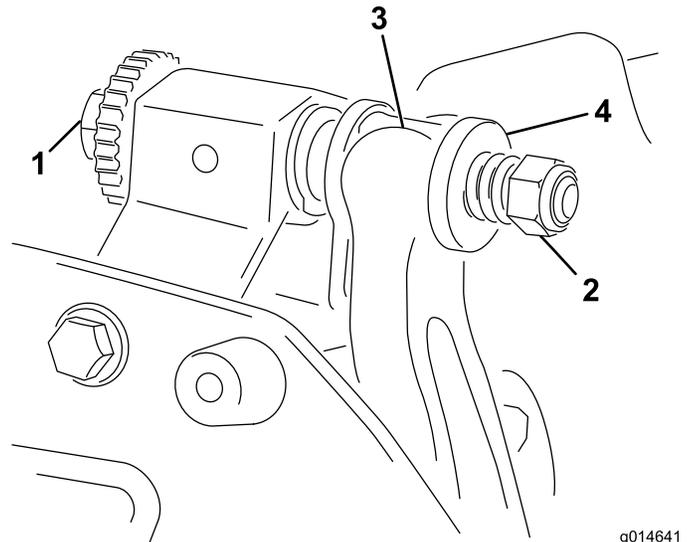

Figure 13
1. Tournez la vis de réglage de la barre d'appui dans le sens antihoraire pour éloigner la contre-lame du cylindre (Figure 13).
2. Faites sortir l'écrou de tension du ressort jusqu'à ce que la rondelle ne soit plus tendue contre la barre d'appui (Figure 13).
1. Montez la barre d'appui en positionnant les languettes de montage entre les rondelles et la vis de réglage de la barre d'appui (Figure 13).